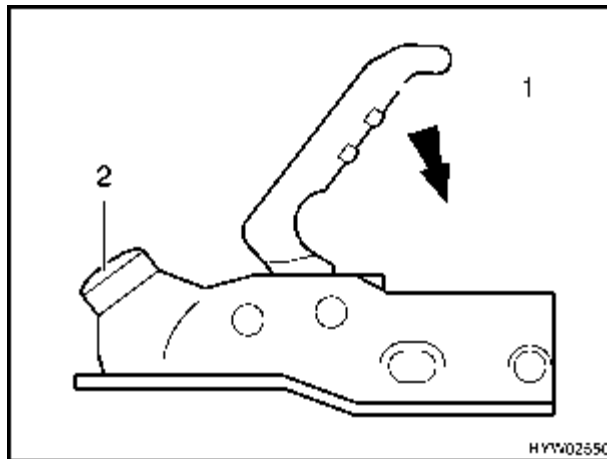

Fig. 1 Dispositif d'attelage AL-KO AK 300/160
- Poser le dispositif d'attelage ouvert (Fig. 1) sur la rotule d'attelage du véhicule de traction. Le dispositif d'attelage s'enclenche automatiquement de manière perceptible.
- Appuyer une fois de plus avec la main (et non le pied) sur la poignée d'attelage (Fig. 1,1). La fermeture et le verrouillage de l'attelage s'effectuent automatiquement.
- Effectuer un contrôle visuel : le point vert de l'indicateur de sécurité (Fig. 1,2) doit être allumé.